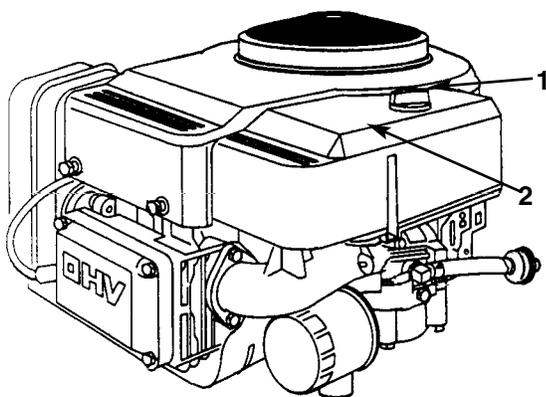

Fig. 27
3. Pulite attorno al filtro dell'aria per impedire che lo sporco entri nel motore, danneggiandolo. Svitare la manopola e togliete il coperchio del filtro dell'aria (Fig. 27).
- 3. Montate il coperchio del filtro dell'aria e la manopola (Fig. 27). Stringete la manopola con precisione.